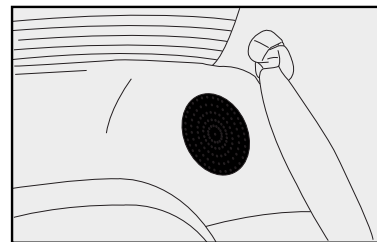

fig. 93
- Altoparlantes traseros **fig. 93.**